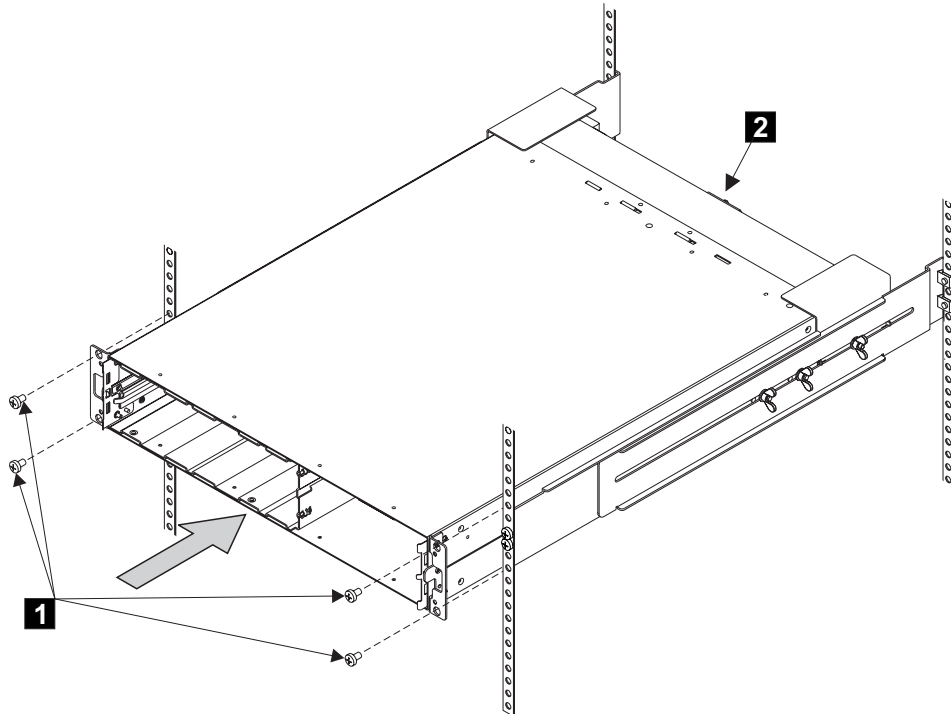

図33. ラックへの 2145 UPSの取り付け
6. 前面の皿頭ねじを取り付けます (50 ページの図 33 の **1**)。